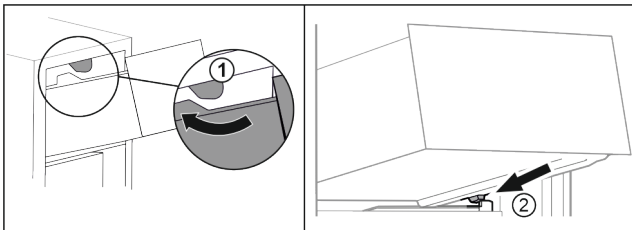

Fig. 61
- ▶ Lade om de bovenste stoppers leiden. Fig. 61 (1)
- ▶ Lade schuin achter de onderste stoppers op containerrib plaatsen. Fig. 61 (2)